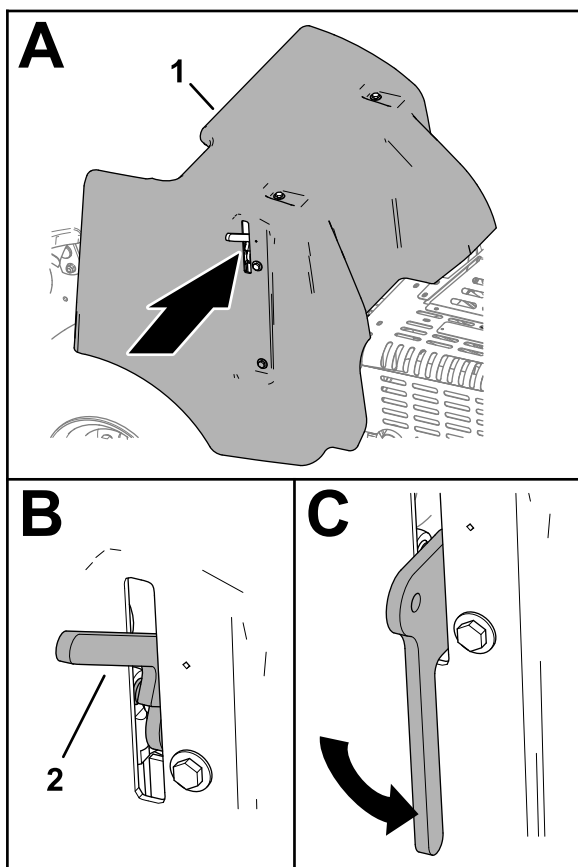

Figura 146
3. Coborâi complet mânerul de blocare pentru a fixa capacul (Figura 146).